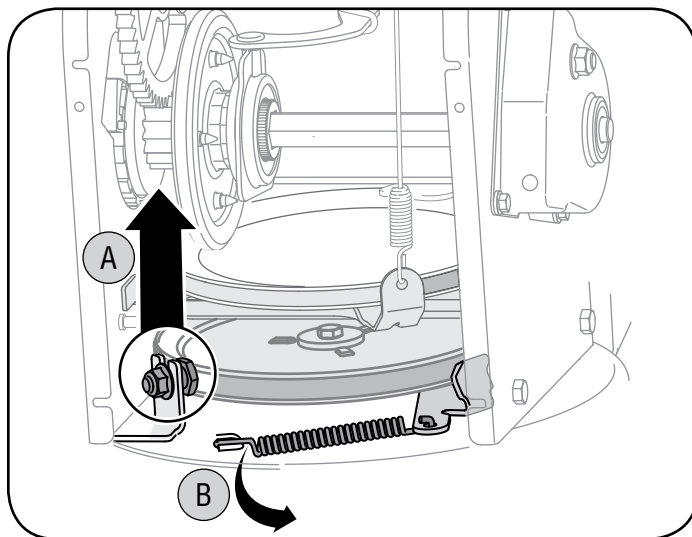

Figura 20
2. a. Realice medio giro del tornillo con reborde y deslícelo fuera de la ménsula de montaje. Vea la figura 20.
b. Desenganche el resorte para liberar la tensión de la correa de la barrena. Vea la figura 20.